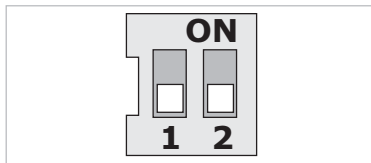

fig. 23: DIP-brytare
DIP-brytarna (fig. 9 pos. 6/fig. 23) sitter under kåpan.